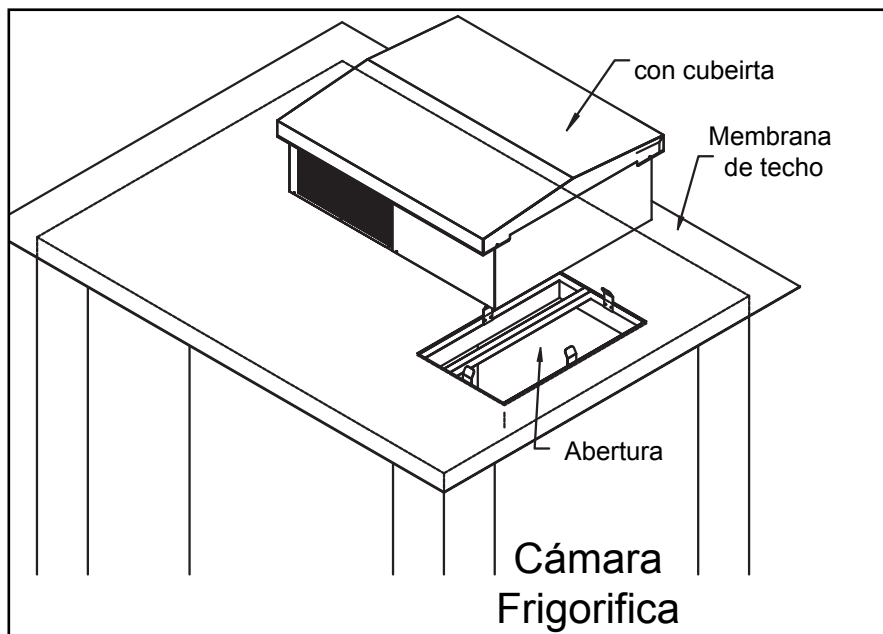

Figura 3
4. Ubique el sistema de refrigeración sobre la abertura en el cuadro portador. Retire el gabinete de la parte de la unidad de condensación del sistema y taladre dos orificios de 9/16" (12 mm.) a través de la placa de base de la unidad de condensación, del material de la membrana del techo y de la sección del techo revestida. Los agujeros deben estar en los costados opuestos de la unidad. Inserte una varilla roscada de nylon de 1/2" (1,25 cm) en cada agujero. Aplica sellador de silicona alrededor de cada roscada de nylon y agujero, y coloque una arandela y una tuerca en el fin de la unidad condensadora de la varilla roscada de nylon. Coloque una segunda arandela y tuerca en el interior de la cámara y ajústelos firmemente. Reemplace el contenedor y asegure la cubierta de exterior con los tornillos provistos. Vea la figura 3. Las varillas de nylon, arandelas y tuercas están provistas.